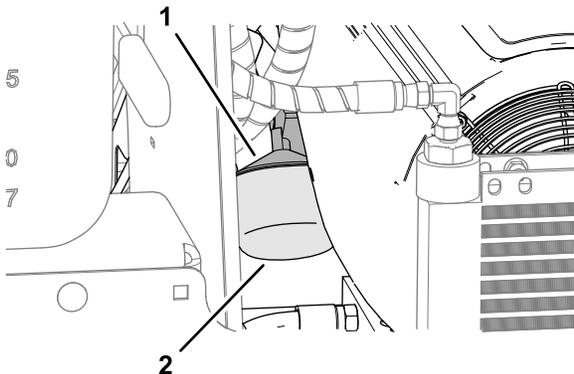

Figura 73
2. Retire el filtro de aceite del motor (Figura 73).
3. Enrosque el filtro nuevo sobre el adaptador del filtro del motor (Figura 73) hasta que la junta entre en contacto con el adaptador, luego apriete el filtro  $\frac{1}{2}$  a  $\frac{3}{4}$  de vuelta más.